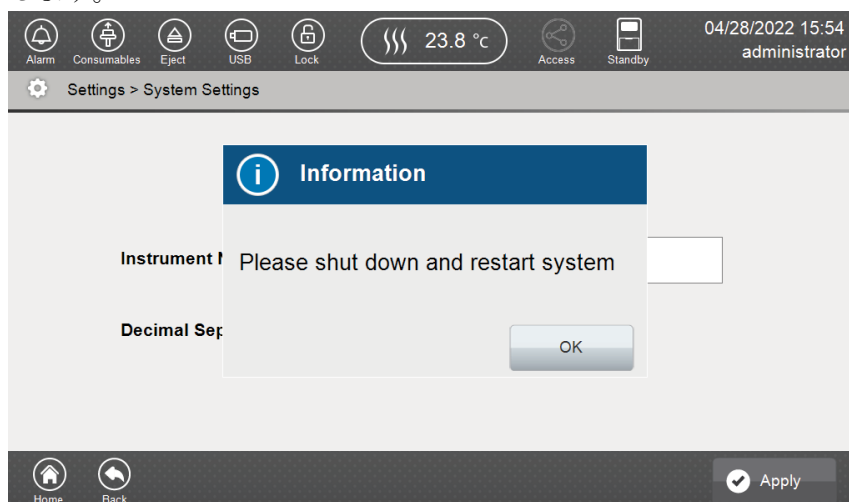

図 160 Information 画面
5. Information のメッセージに続いて Confirmation のメッセージが表示されるので、**OK** を選びます。(図 160) 変更を有効にするためにシステムを再起動します。